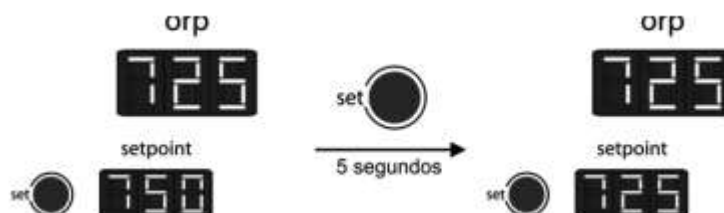

Fig. 2.4
- Modo automático:** o modo AUTOMATICO permite estabelecer de forma rápida o valor de ORP (mV) atual presente na água como valor de referência. Para tanto, mantenha pressionada a tecla “SET” [13] (desativar-se-ão as teclas [11,13]). Passados alguns segundos ouvir-se-á um “beep” (o correspondente ao modo de programação MANUAL. NÃO SOLTE A TECLA. Manteremos pressionada a tecla “SET” [13] até escutar um segundo “beep”. Nesse momento já poderemos soltar a tecla “SET” [13] e o valor de referência será estabelecido automaticamente segundo o valor ORP (mV) atual presente na água. (Fig. 2.4).